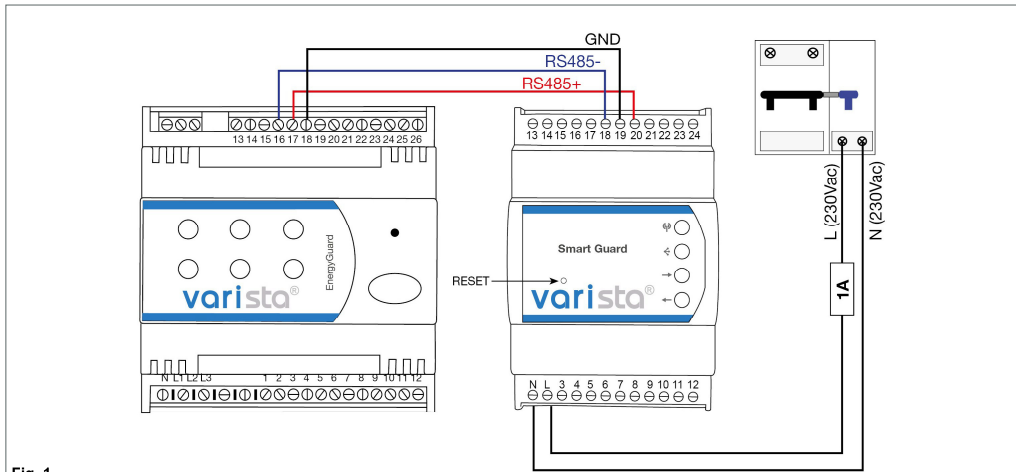

Fig. 1
- Collegare dispositivo come in Fig. 1
- Connect device as shown in the Fig.1
- Gerät wie in Fig.1 anschließen
- Raccordez l'appareil comme indiqué dans la Fig.1